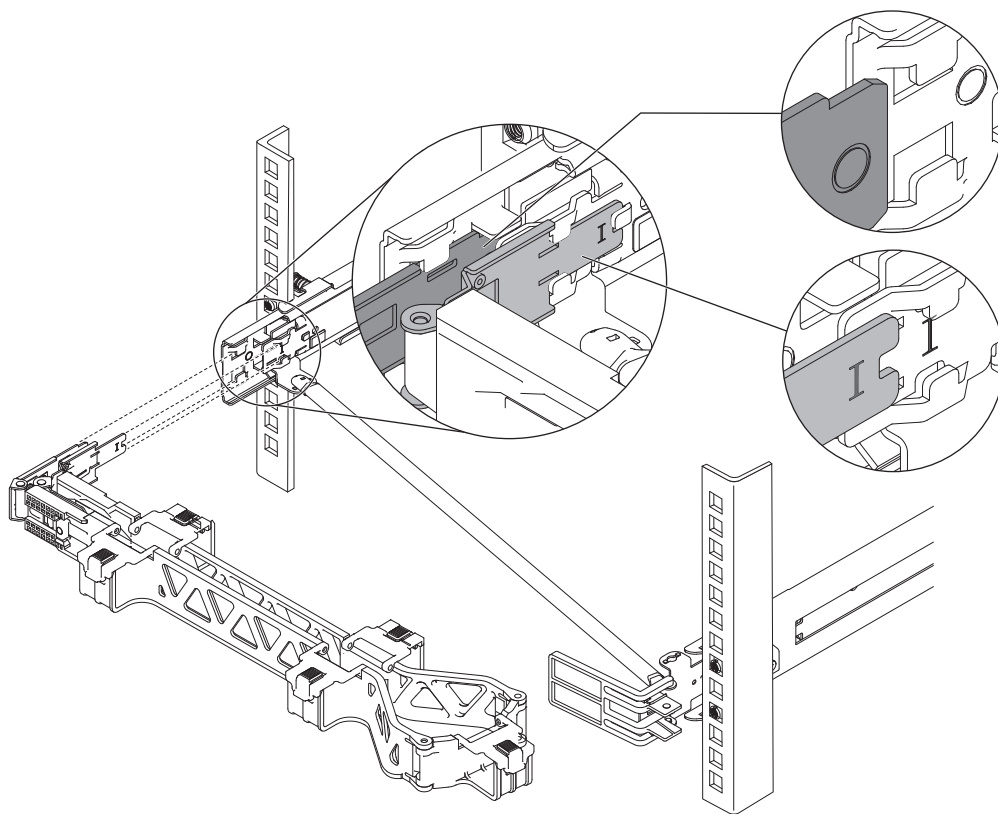

图 23. 安装电缆管理臂停止支架
4. 安装电缆管理臂停止支架，如第 29 页的图 23 所示。